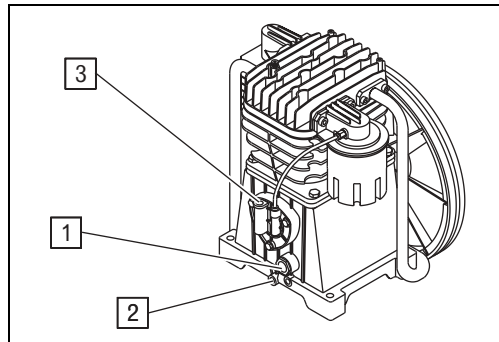

Abb. 3: Kompressoraggregat
- Öleinfüllstutzen 3 bzw. Ölmesstab 4 abschrauben (siehe Abb. 3: Kompressoraggregat).